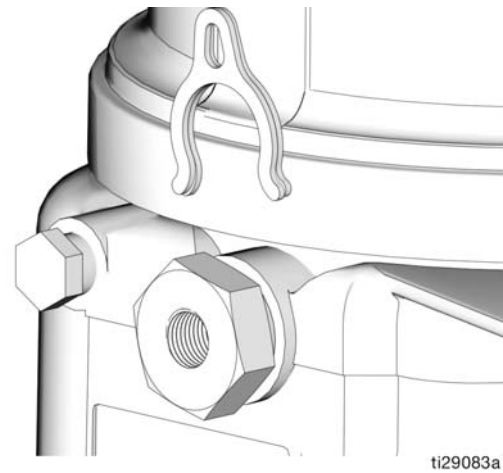

ABB. 20
Setzen Sie für eine Einstellung des Pumpenfördervolumen entweder kein (0) Distanzstück oder ein bzw. zwei Distanzstücke ein (ABB. 20).